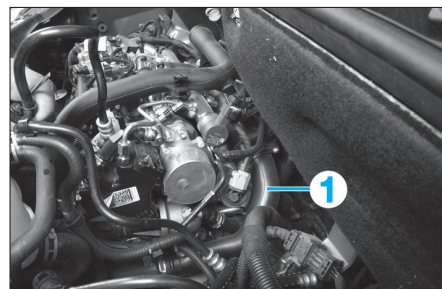

FIG. 52
- le tuyau d'air de suralimentation (1) (Fig.52),